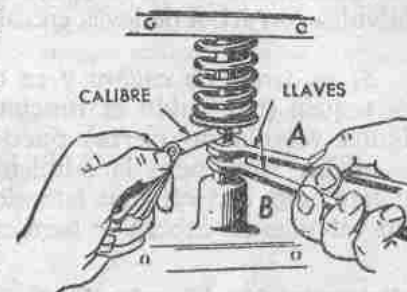

Fig. 66.—Reglaje de taqués en válvulas laterales.
**REGLAJE DE TAQUÉS.**—Este huelgo está perfectamente determinado para cada marca y modelo de motor, y si es mayor o menor que el marcado por el fabricante, el motor funcionará mal. El ajuste se hace con un calibre (hay juegos de calibres en forma de navaja de múltiples hojas). Si las válvulas son laterales (fig. 66), se gira con una llave *A* la tuerca en que terminan los empujadores mientras con otra *B* se mantiene la contratuercas levemente floja; una vez ajustada la separación, se sostiene fija la tuerca y se aprieta la contratuercas con *B*. Si el taqué puede girar libremente, llevará dos rebajes o entalladuras debajo de la contratuercas *B*, en los que deberá insertarse una tercera llave que lo sujete para poder aflojar o apretar *B*. Algunos